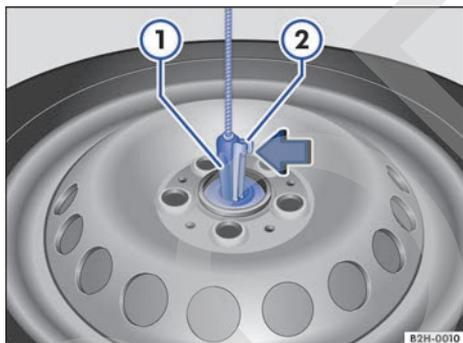
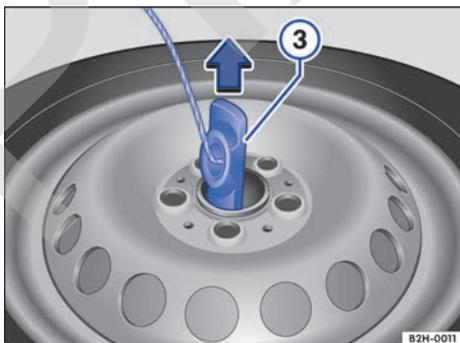

Fig. 157 Soltar el soporte para llantas.
Fig. 158 Sacar el soporte para llantas del orificio de la llanta.
- Presione hacia abajo el fiador ⇒ fig. 157  (flecha) del elemento de arrastre  a través del soporte para llantas ⇒ fig. 158 .